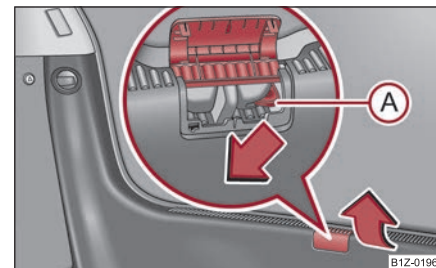

Fig. 48 Descuierea de urgență a capacului portbagajului
- Ridicați capacul de pe încuietore ⇒ fig. 48.
- Cu ajutorul unui obiect subțire de ex. a unei șurubelnițe, apăsați maneta (A) până la limită în sensul săgeții; capota portbagajului se descuie.